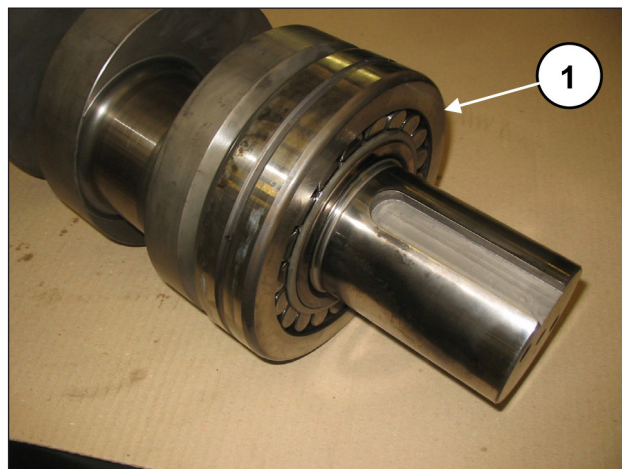
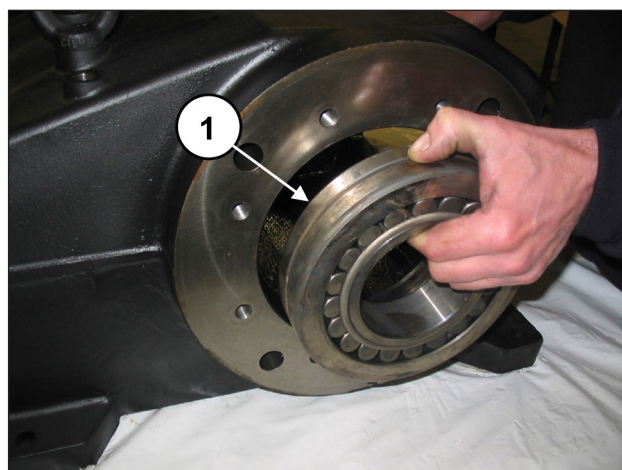

Fig. 41
Fig. 42
Pré-monte o rolamento lateral da PTO no eixo até a passagem (pos. ①, Fig. 41), e monte o rolamento lateral oposto no carter (pos. ①, Fig. 42).
O rolamento na Fig. 42 tem o anel interno cônico. Verifique se a conicidade esteja na parte interna para permitir a inserção seguinte da bússola.